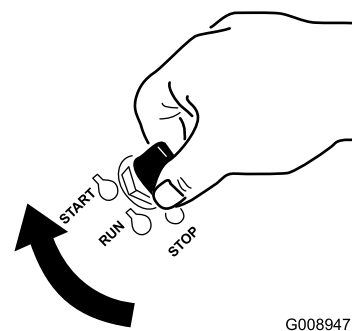

Figura 20
6. Gire la llave de contacto a la posición de Arranque (Figura 20). Cuando el motor arranque, suelte la llave.